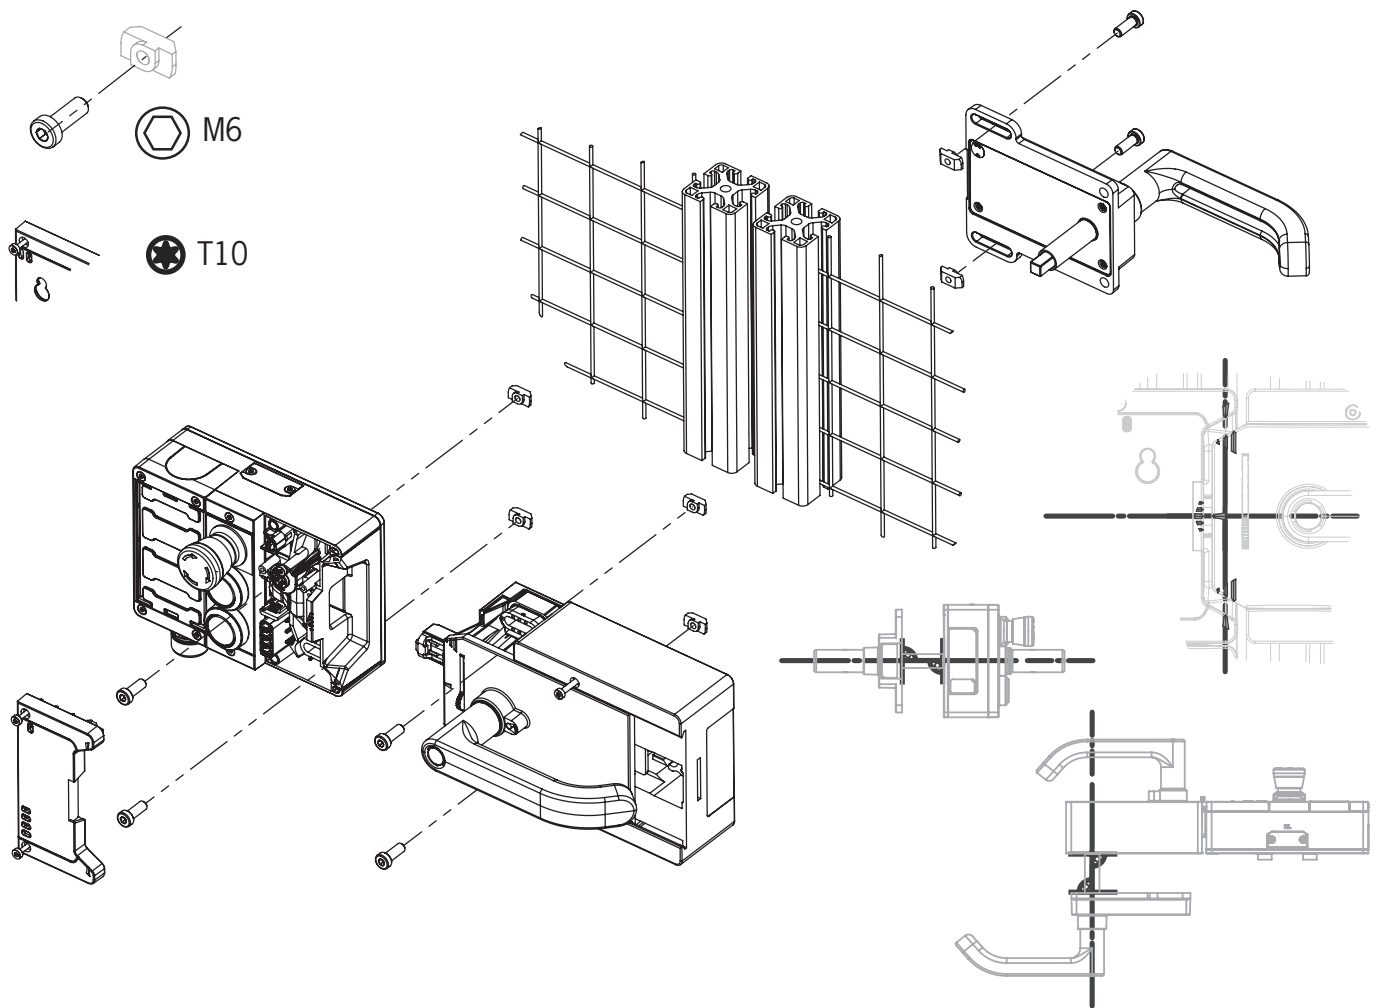
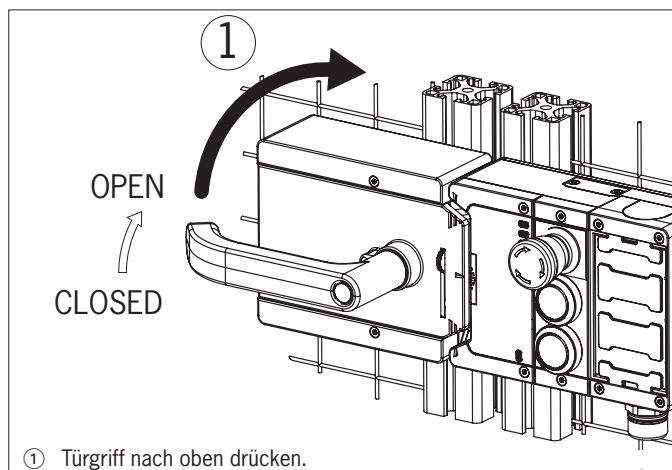
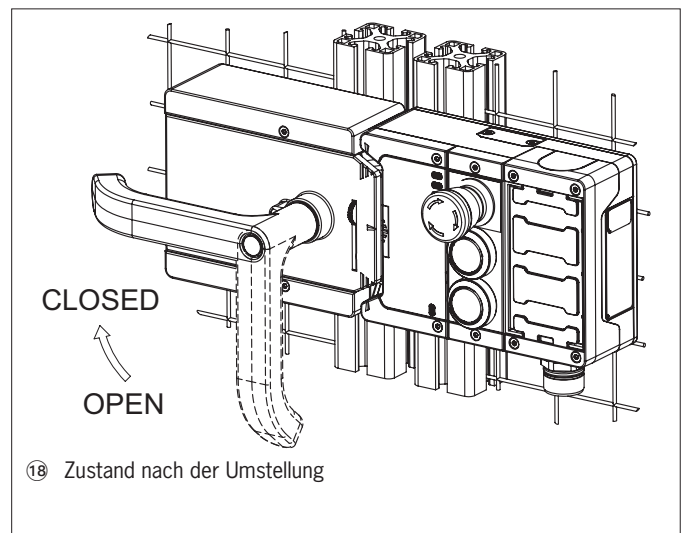

Bild 9: Montagebeispiel für rechts angeschlagene Tür (Übersichtsdarstellung)
Bild 12: Betätigungsrichtung umstellen, Schritt ①
Bild 21: Betätigungsrichtung umstellen, Endzustand
- › Achse der Fluchtentriegelung im rechten Winkel zum Griffmodul ausrichten. Siehe *Bild 9*.
Montageschritte siehe *Bild 9* und *Bild 12* bis *Bild 21*.
- Für links angeschlagene Türen wird das System umgedreht montiert. D.h. die Schutzeinrichtung öffnet, indem man den Türgriff nach oben drückt (siehe *Bild 12*). Daher muss die Betätigungsrichtung des Türgriffs umgestellt werden (siehe *Bild 12* bis *Bild 21*).